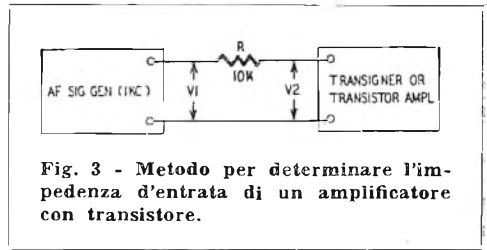

Fig. 3 - Metodo per determinare l'impedenza d'entrata di un amplificatore con transistore.
Qualcuno si chiederà con quale procedimento sia possibile misurare l'impedenza d'entrata di un amplificatore transistor. Si potrà ricorrere al dispositivo indicato in fig. 3. Si collegherà fra l'uscita di un generatore di BF ed il transigner (o lo stadio amplificatore sul quale si vuole effettuare la misura) una resistenza da 10.000 Ω (R) e si misureranno le tensioni V1 e V2 mediante un voltmetro elettronico.